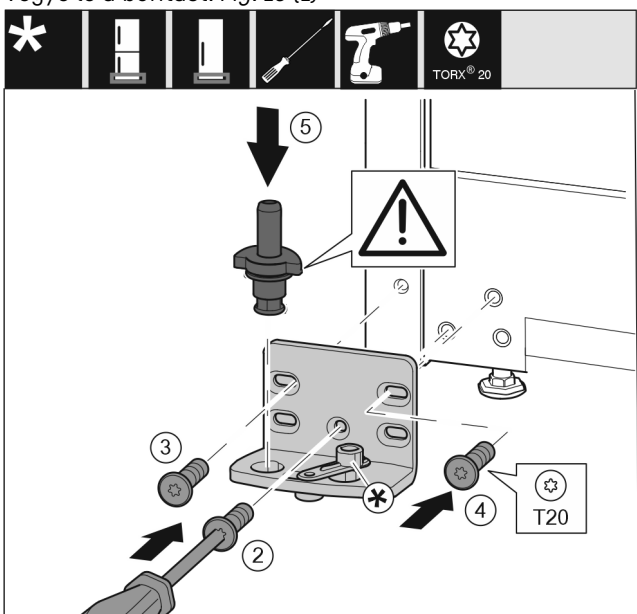

Fig. 14
- ▶ Helyezze fel a csapágybakot a másik oldalra, és húzza meg T20 csavarhúzóval. Alul középen a 2 számmal jelölt csavarral kezdjen. Fig. 14 (2)
- ▶ Húzza meg a 3 és 4 számmal jelölt csavart. Fig. 14 (3,4)
- ▶ Helyezze be teljesen a csapszeget. Közben figyeljen arra, hogy a bekattanó bütyök hátrafelé mutasson. Fig. 14 (5)